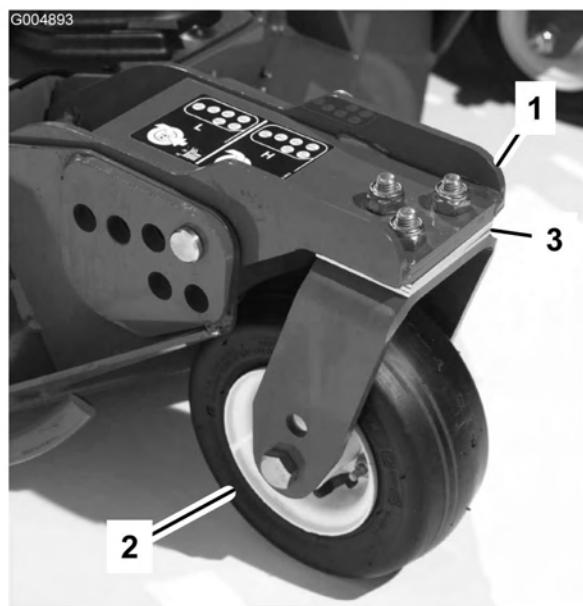

**Bild 75**
- Lockern Sie die Klemmmuttern an der Ober- oder Unterseite des U-Bügels an der Schnitthöhenkette (Bild 75).